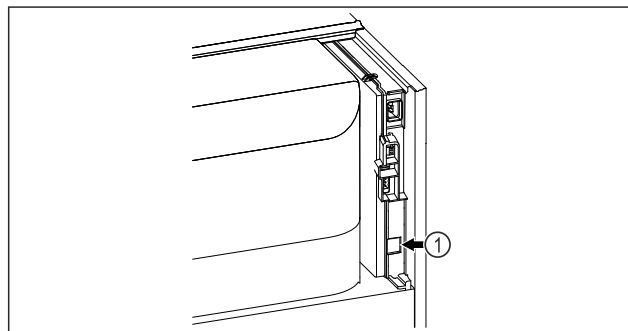

Fig. 138
- ❑ Se utiliza SmartModule Fig. 138 (1).